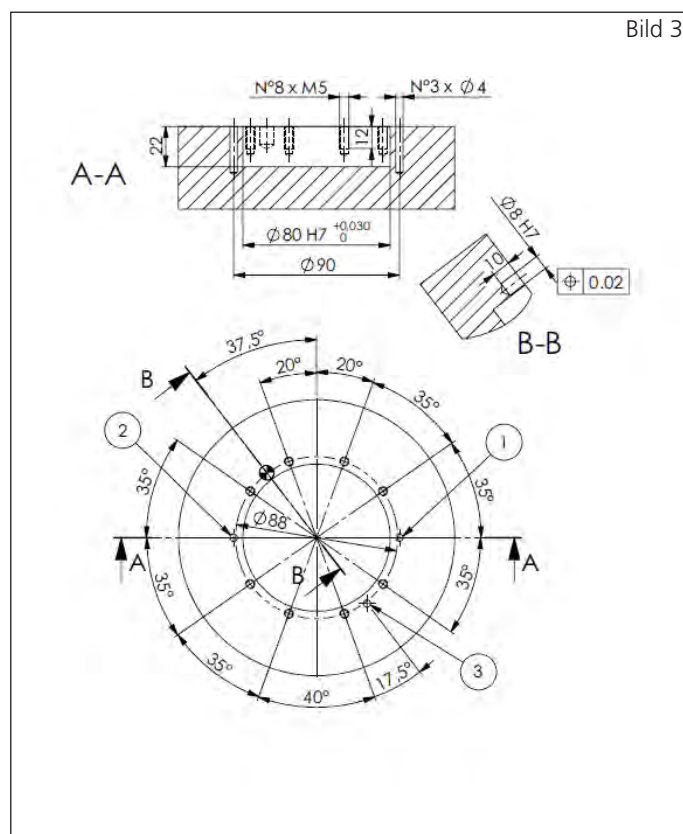

Bild 3
2.1 Montage APS 100 (Bild 3)
Die pneumatischen Anschlüsse sind in Bild 3 dargestellt: